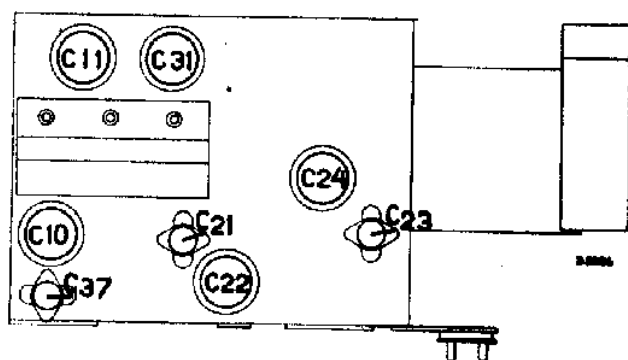

Fig. 4
6. C24 trimmen op maximale output; en daarna C21 (zie fig. 4).
9. C22 trimmen op maximale output en daarna C23 (zie fig. 4).
6. Trimmen op maximum output in de volgorde: C31, C11, C10, C31, C11 (zie fig. 4).